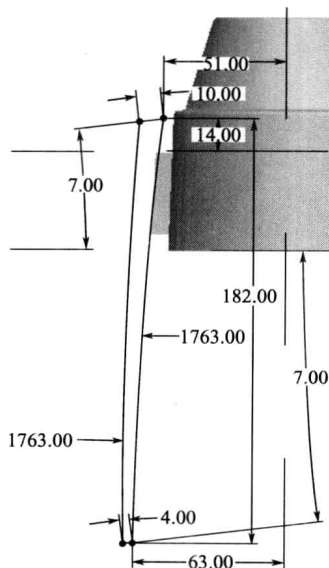
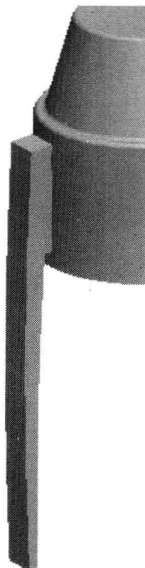

图 1.10 笔扣基本体草绘图
图 1.11 笔扣基本体
② 笔扣基本体。单击拉伸  按钮，仍然选取“FRONT”面作为草绘面，进入草绘环境后，绘制笔扣基本体草绘图，如图 1.10 所示。完毕后单击  按钮，返回主滑板，选择拉伸类型为“双侧对称”，拉伸的宽度设置为 15，单击  确定后，生成的笔扣基本体如图 1.11 所示。